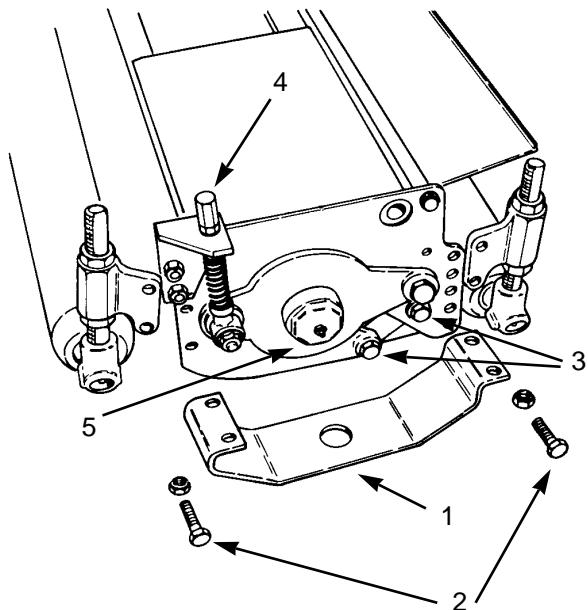

図28
1. カッティングユニットの両側のガードと前後のローラ・アセンブリを取り外す (図28)。
11. ペアリング・ハウジングからペアリングとシールを取り出すには、ダスト・カップ(図28)を取り、ペアリングとシールを共にハウジングから押し出す。